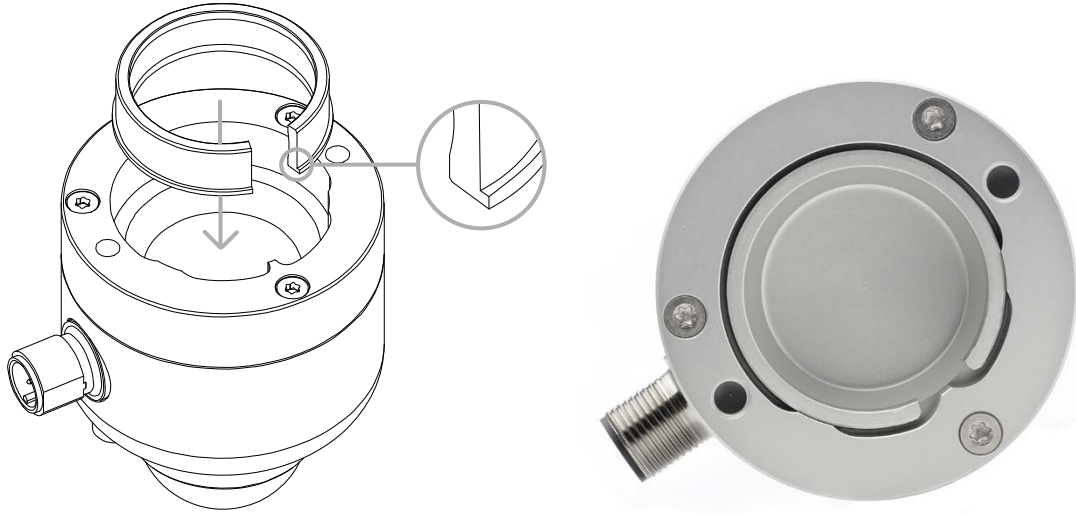

Figure 9.4.1 線画はアルミ製シムの取り付けを示しています。写真はシムの正しい位置を示しています。切り欠きの場所に注意すること。
- 3) シムの向きを SR05 の下部プレートに合うようにします。ボディの突起部分に注意して向きを合わせます。(Figure9.4.1 を参照)